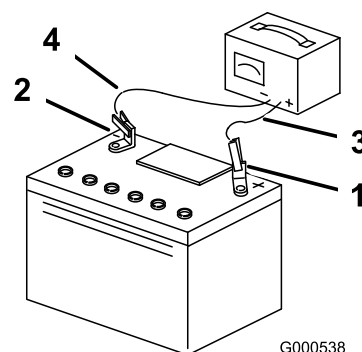

Figura 47
3. Quando la batteria è completamente carica, staccate il caricabatterie dalla presa elettrica e scollegate i cavi di ricarica dai poli della batteria (Figura 47).